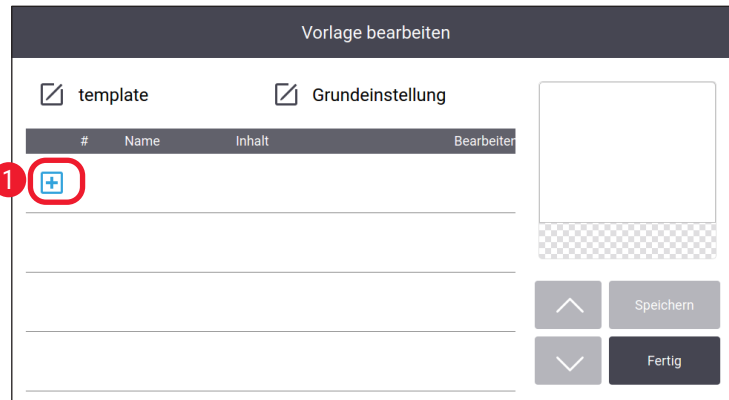

Abb. 44
6. Geben Sie die Zahl ein und tippen Sie auf **OK**. Der Bildschirm **Vorlage bearbeiten** (→ Abb. 44) wird angezeigt.